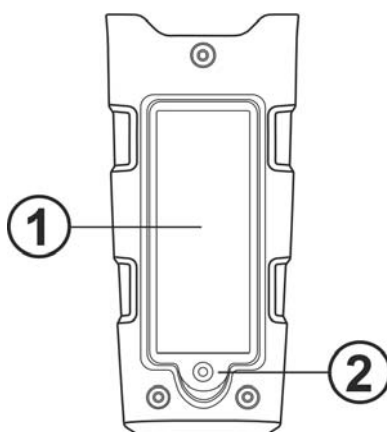

Fig. 5: Sostituzione batterie
2. Svitare la vite di fissaggio (vedere Fig. 5 – parte 2) del coperchio vano batteria (vedere Fig. 5 – parte 1), rimuovere detta copertura ed estrarre le batterie